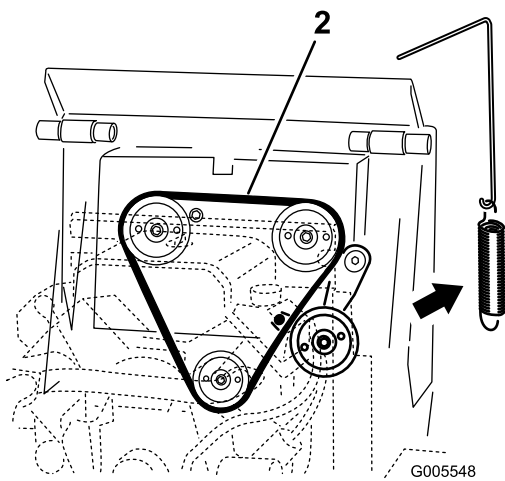

Bild 51
4. Nehmen Sie die Spannscheibenfeder von der Spannscheibe ab (Bild 51).
6. Verlegen Sie einen neuen Treibriemen um die drei Riemenscheiben (Bild 51).